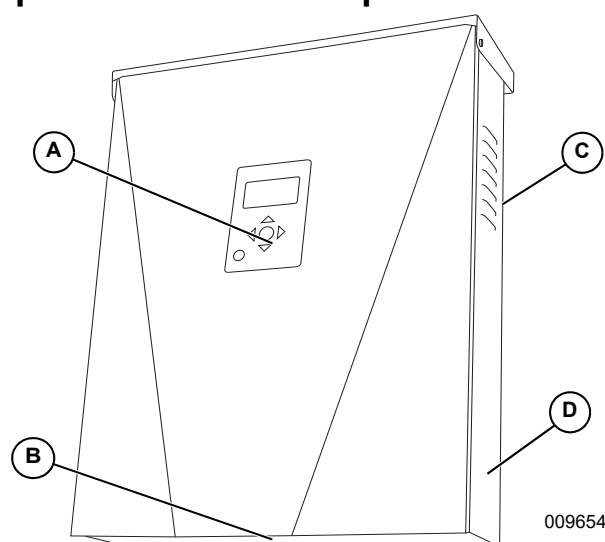

Figure 2-2. Emplacement des composants
Voir l'emplacement du numéro de série de l'appareil (D) à la Figure 2-2. Consigner l'information de cette étiquette du produit dans la Table 1 : Information importante sur l'inverseur PWRcell sur l'intérieur de la couverture avant de ce manuel.